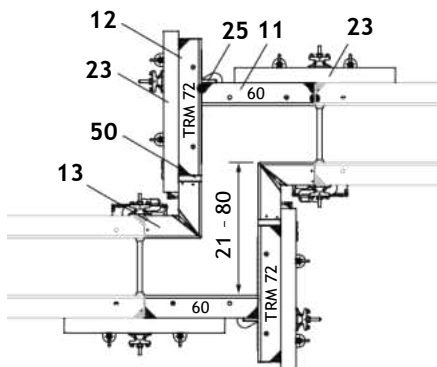

Fig. A10.02
- Елемент TR 60 (11)
- Многофункционален елемент TRM 72 (12)
- TRIO вътр. ъгъл TE (13)
- Изравняващ ригел TAR 85 (23)
- Структурен елемент (25)
- Компенсация доставена от изпълнителя (50)
- (Fig. A10.02)